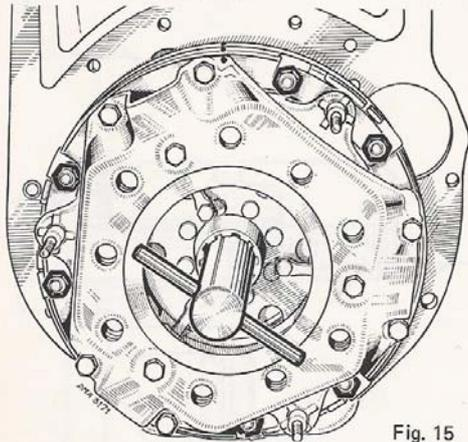

Fig. 15
- centrer les deux frictions à l'aide du mandrin (référence 8401) et bloquer les six vis - Fig. 15.